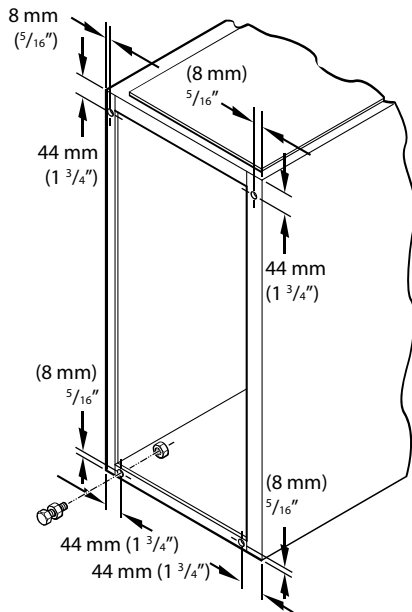

Figure 10 – Pattes de mise à niveau
Les pattes de mise à niveau peuvent être utilisées dans les appareils à tirage ascendant comportant un ou plusieurs orifices de reprise latéraux (voir la Figure 10). Installez les boulons, rondelles et écrous mécaniques fournis de 8 x 38 mm (5/16 x 1 1/2 po) (max.) résistants à la corrosion.
1. Placez la chaudière sur le dos. Localisez et percez un trou dans chaque coin du fond de la chaudière (voir la Figure 10).